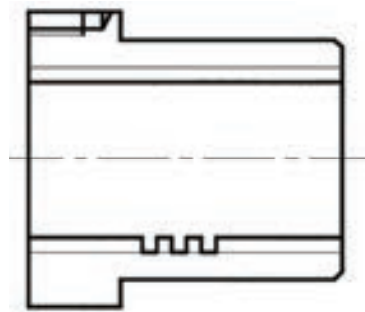

图 8-99 修剪结果
24) 修剪图形。单击“修剪”按钮, 将多余的部分修剪掉, 修剪结果如图 8-99 所示。